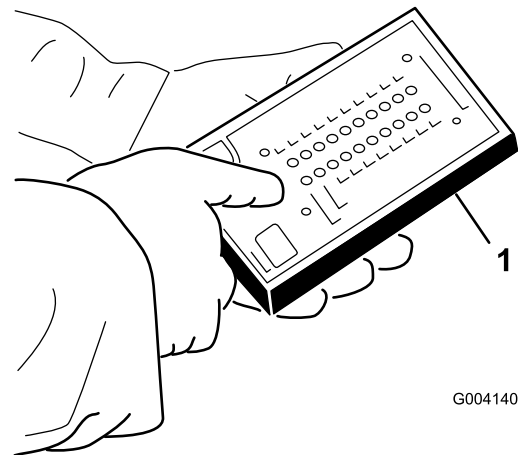

Figure 40
5. Branchez le connecteur de l'affichage de diagnostic ACE au connecteur du faisceau de câblage (Figure 40).